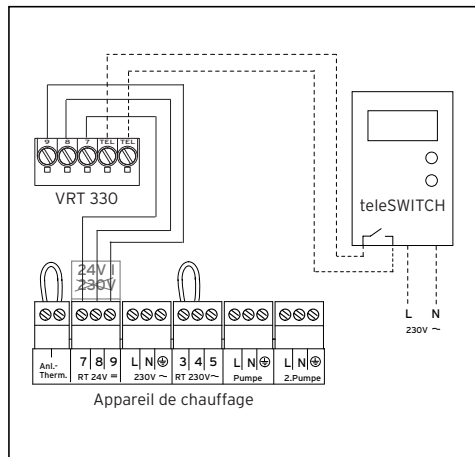

Fig. 10.1 Raccordement électrique
- Branchez le câble de connexion conformément à la fig. 10.1.
- Positionnez le thermostat (1) sur le socle mural (5) de manière à ce que les ergots sur la face arrière de la partie supérieure coïncident avec les orifices (2).
- Branchez le teleSWITCH de la manière indiquée sur la fig. 10.1. Observez également les indications contenues dans la notice du teleSWITCH.